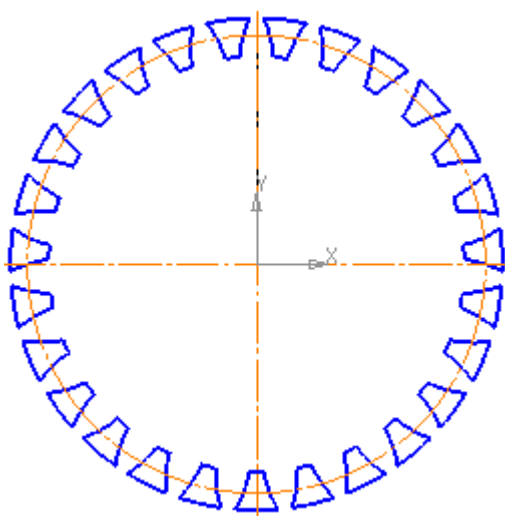

Рис. 7
- эскиз зубчатого венца в плоскости обода колеса (рис. 7);
Эскиз зубчатого венца колеса в данном случае будет состоять из одинаковых равномерно расположенных по окружности замкнутых контуров (рис. 7), каждый из которых является контуром впадины зубчатого венца. Количество этих контуров соответствует числу зубьев (или впадин) колеса.